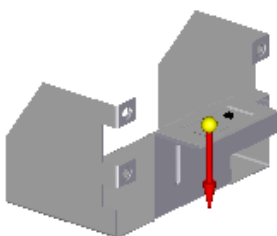
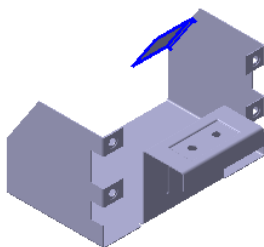

图 8.9.45 定义移除方向
图 8.9.46 弯边特征 10
(3) 定义法向除料特征属性。在命令条中单击“厚度剪切”按钮和“全部穿透”按钮，并将移除方向调整至图 8.9.45 所示的方向。
(4) 单击按钮，完成特征的创建。
Step22. 创建图 8.9.46 所示的弯边特征 10。